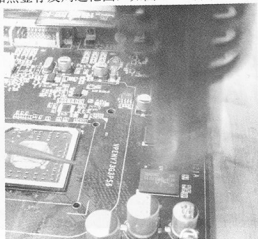

图 4-25 焊接显存
(7) 快速旋转风枪加热显存及周边范围，如图 4-25 所示。